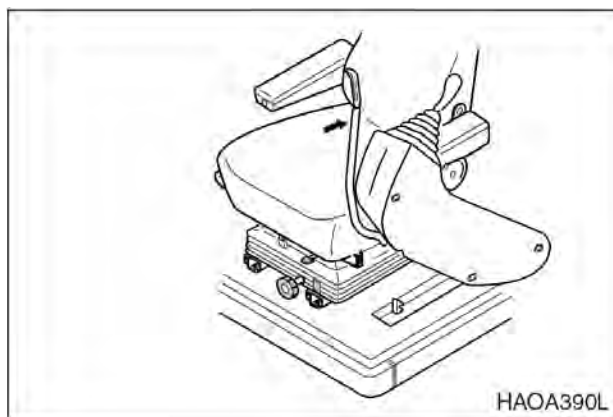

Рис. 26
- Установить рычаг блокировки в заблокированное положение (LOCK), потянув его вверх, рис. 26.